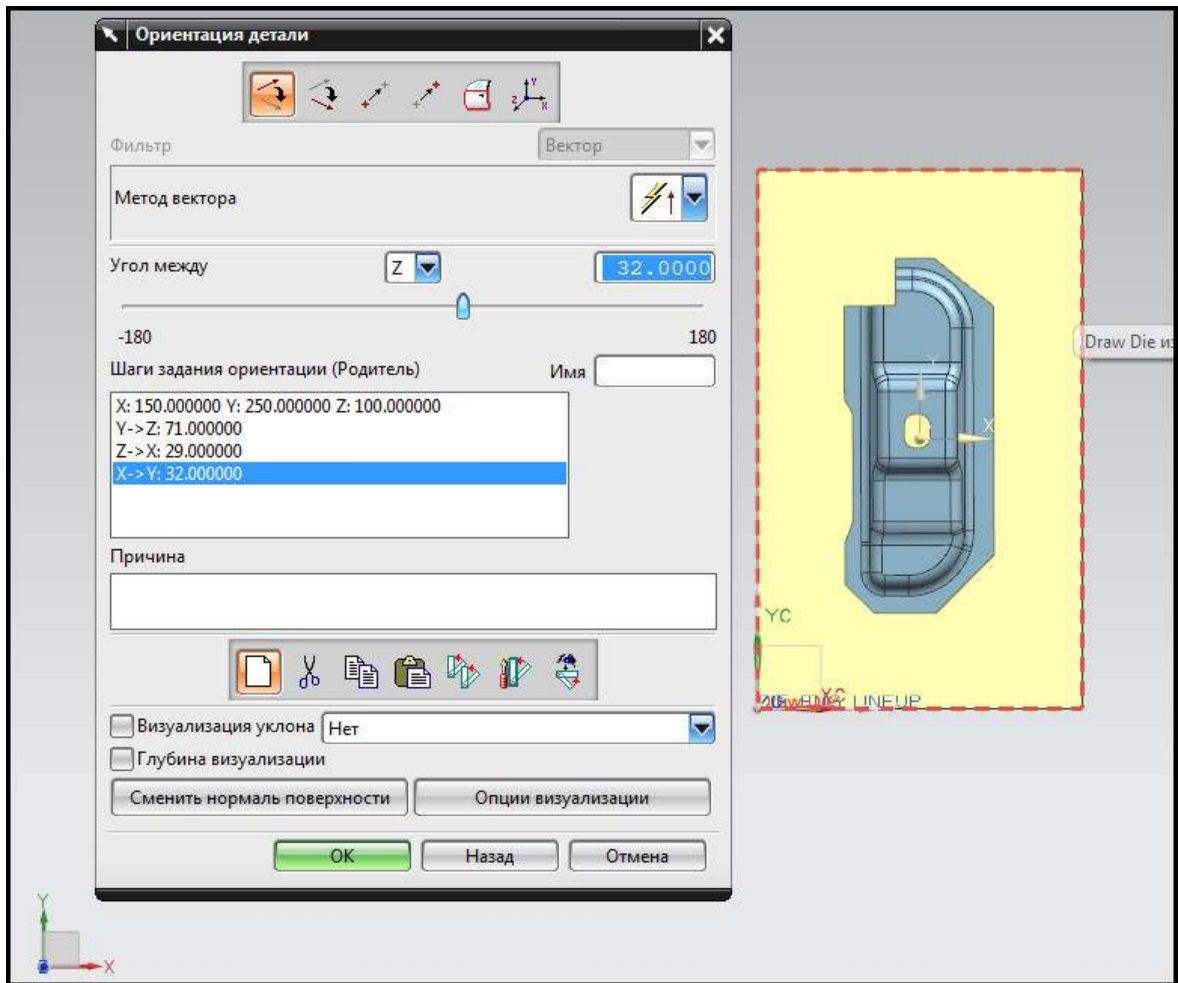

Рис. 7.7. Задание ориентации перехода на операции вытяжки
- Нажмите кнопку **Новый** и выберите задание угла относительно оси **Z**, вручную установите значение  $32^\circ$  (рис. 7.7).